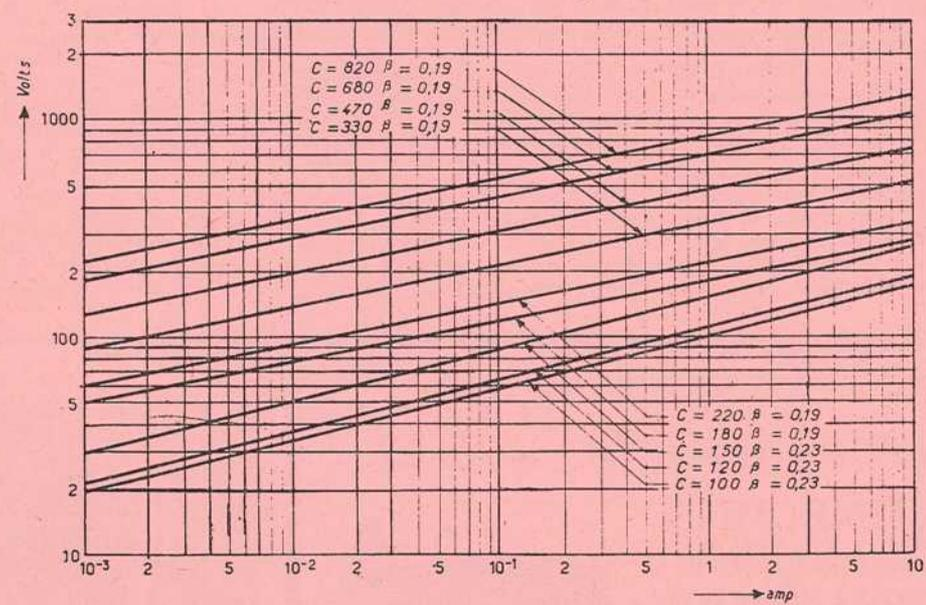

Fig. 1
**Le commutateur de fonctions:** Les quatre circuits F1, F2, F3, F4 du commutateur de fonctions à 3 positions: stéréo (position 1) Piste 1 (position 2) et Piste 2 (position 3) sont représentés sur le schéma de la figure 1. Ce commutateur est commun aux deux canaux.
Pour pouvoir choisir la résistance non linéaire qui convient le mieux, il faut avoir à sa disposition un tableau des caractéristiques fourni par le fabricant, ou un graphique de ces caractéristiques, comme on le voit sur la figure 1.
Considérons à nouveau le graphique des caractéristiques représenté sur la figure 1. La valeur du coefficient est encore de l'ordre de 330 et, sous une tension de 125 volts, le courant traversant la résistance de ce type a une valeur de 4 mA. La dissipation dans la résistance est ainsi de :